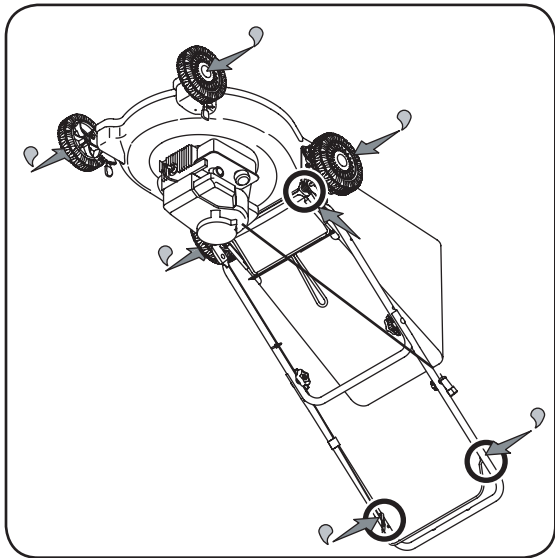

Figure 5-1
1. Lubrifiez les points de pivot de la poignée de commande de la lame au moins une fois par saison avec une huile légère. La commande de la lame doit fonctionner facilement dans les deux sens. Voir la Figure 5-1.
3. Le ressort de torsion et le point de pivotement sur le clapet arrière doivent être lubrifiés régulièrement avec une huile légère pour empêcher la rouille. Voir la Figure 5-1.